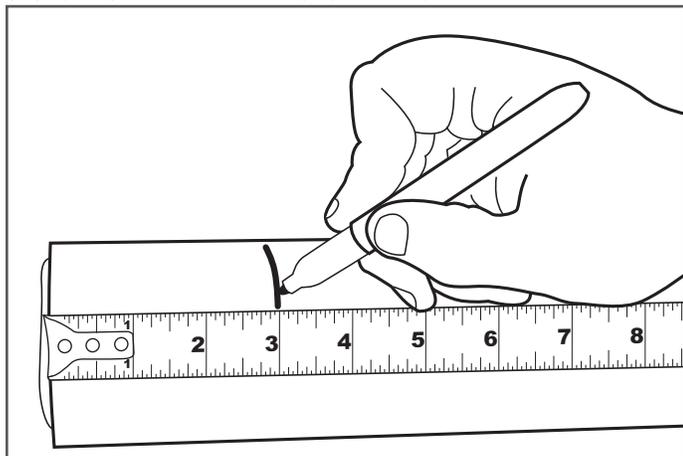

Figure 7-1 Page 4
2. Pour calculer la longueur de la gaine, mesurez 7,6 cm (3 po) depuis l'extrémité (Figure 7-1).